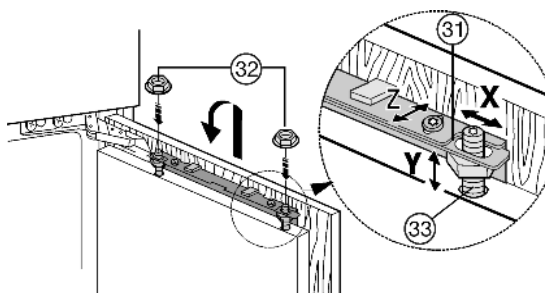

Fig. 22
- ▶ Mettre la porte du meuble sur les boulons d'ajustage *Fig. 22 (33)* et visser les contre-écrous *Fig. 22 (32)* sur les boulons d'ajustage sans trop serrer.
- ▶ Ajuster la porte du meuble en hauteur et en l'inclinant sur le côté : régler les boulons d'ajustage Fig. 22 (33) à l'aide d'un tournevis.
- ▶ Serrer les contre-écrous Fig. 22 (32).